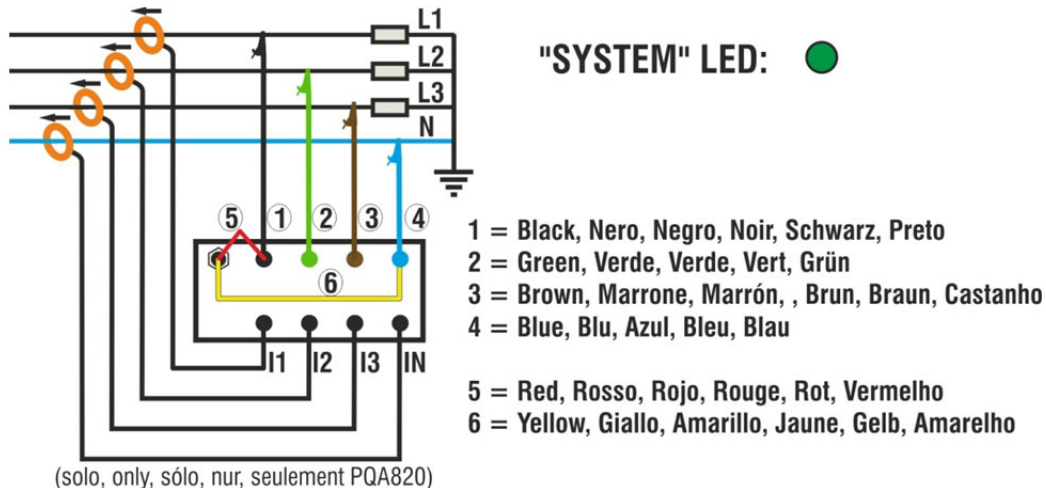

Abb. 4: Verbindung des Geräts in einem dreiphasigen System mit Neutraleiter
2. Schließen Sie die Netzversorgungskabel für das Messgerät (rote und gelbe Messleitung) so an, wie in der Abb. 4 angezeigt.
3. Schließen Sie die Messleitungen für die Spannungsmessung (schwarz, grau & braune Messleitungen) an die zu messende Phasen an, wie in der Abb. 4 gezeigt ist. Schließen Sie die blaue Messleitung am Neutraleiter an.
4. Wenn Sie Strom und Leistung messen möchten, legen Sie die Stromzangen um den jeweiligen Phasenleiter. **Achten Sie dabei auf die Richtung, die auf der Zange angegeben ist** und auf das in der Abb. 4 oben gezeigte Anschlussschema.